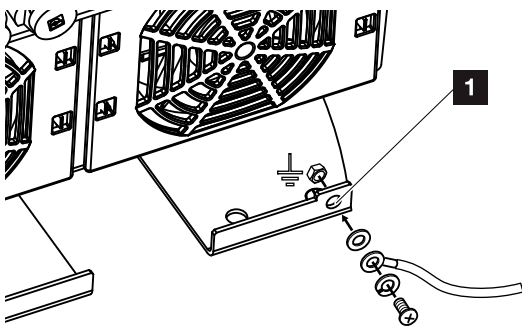

Abb. 23: Länderspezifischer PE-Anschluss außen
11. In Ländern, in denen ein zweiter PE-Anschluss vorgeschrieben ist, diesen an der gekennzeichneten Stelle des Gehäuses (außen) anschließen. **➤** **Abb. 23, Pos. 1**